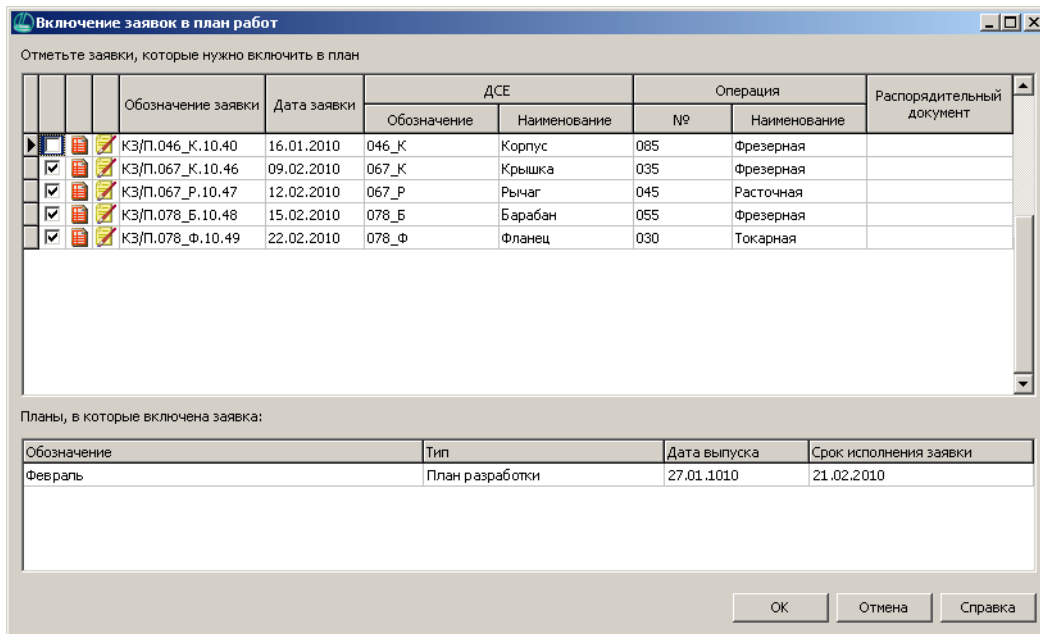

Рис. 2.15.
1. Укажите в области навигации *АРМ ЧПУ* план внедрения УП, находящийся в состоянии *Проектирование*, и вызовите из контекстного меню команду **Включить заявки в план** или нажмите на панели инструментов одноименную команду кнопку. Откроется окно команды (рис. 2.15).